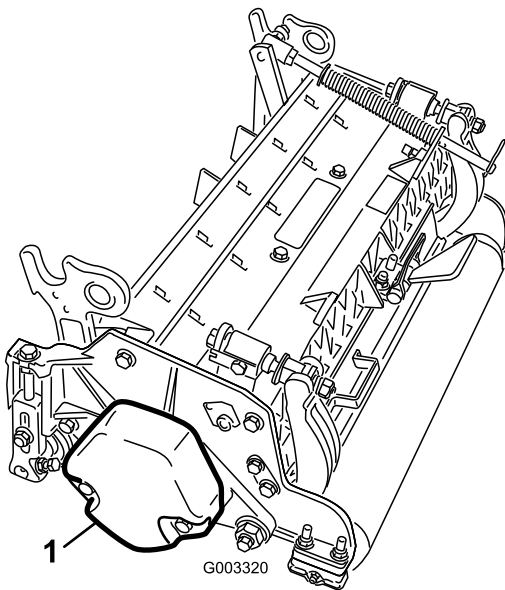

Bild 6
- Entfernen Sie das Gegengewicht (Bild 6).